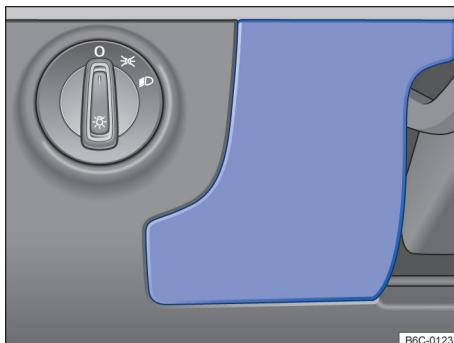

Fig. 137 No lado do condutor do painel de instrumentos: cobertura da caixa de fusíveis.
- Segurar a cobertura da caixa de fusíveis → Fig. 137 e puxar para frente.